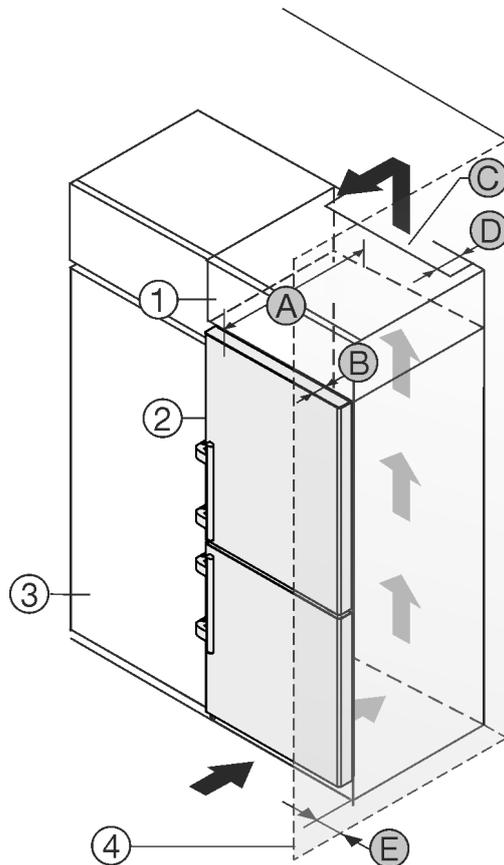

Fig. 2
- (1) Дополнительный шкафчик *
- (2) Устройство *
- (3) Кухонный шкаф *
- (4) Стена *
- (A) Глубина устройства *
- (B) Глубина двери *
- (C) Вентиляционное сечение *
- (D) Расстояние до обратной стороны устройства *
- (E) Расстояние до стороны устройства *
Вы можете установить устройство непосредственно рядом с кухонным шкафом Fig. 2 (3)*
На задней стенке дополнительного шкафчика должен быть вентиляционный канал с глубиной Fig. 2 (D) по всей ширине этого шкафа.*
Нужно соблюдать вентиляционное отверстие Fig. 2 (C) под нижней панелью.*
Если устройство устанавливается на шарнирах у стены Fig. 2 (4), то расстояние между устройством и стеной должно быть не менее 57 мм. Это соответствует расстоянию, на которое выступает ручка при открытой двери.*
Чтобы можно было полностью открыть дверь, устройство должно выступать на глубину двери Fig. 2 (B) относительно передней стенки кухонного шкафа. В зависимости от глубины кухонных шкафов Fig. 2 (3) и использования пристенных распорок устройство может выступать и больше.*